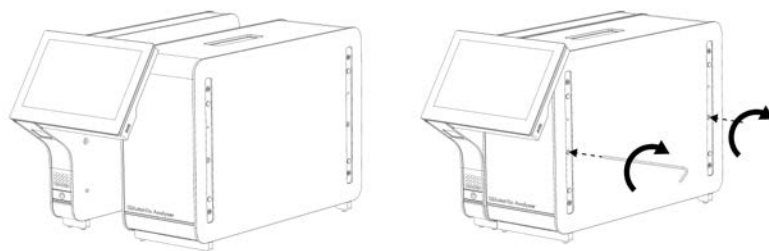

Рис. 6. З'єднання операційного й аналітичного модулів.
3. Вийміть операційний модуль із коробки та прикріпіть його з лівого боку аналітичного модуля. Закрутіть гвинти за допомогою монтажного інструмента для операційного й аналітичного модулів, що постачається в комплекті з аналізатором КВІАстат-ДКс (QIAstat-Dx) 1.0 (рис. 6).